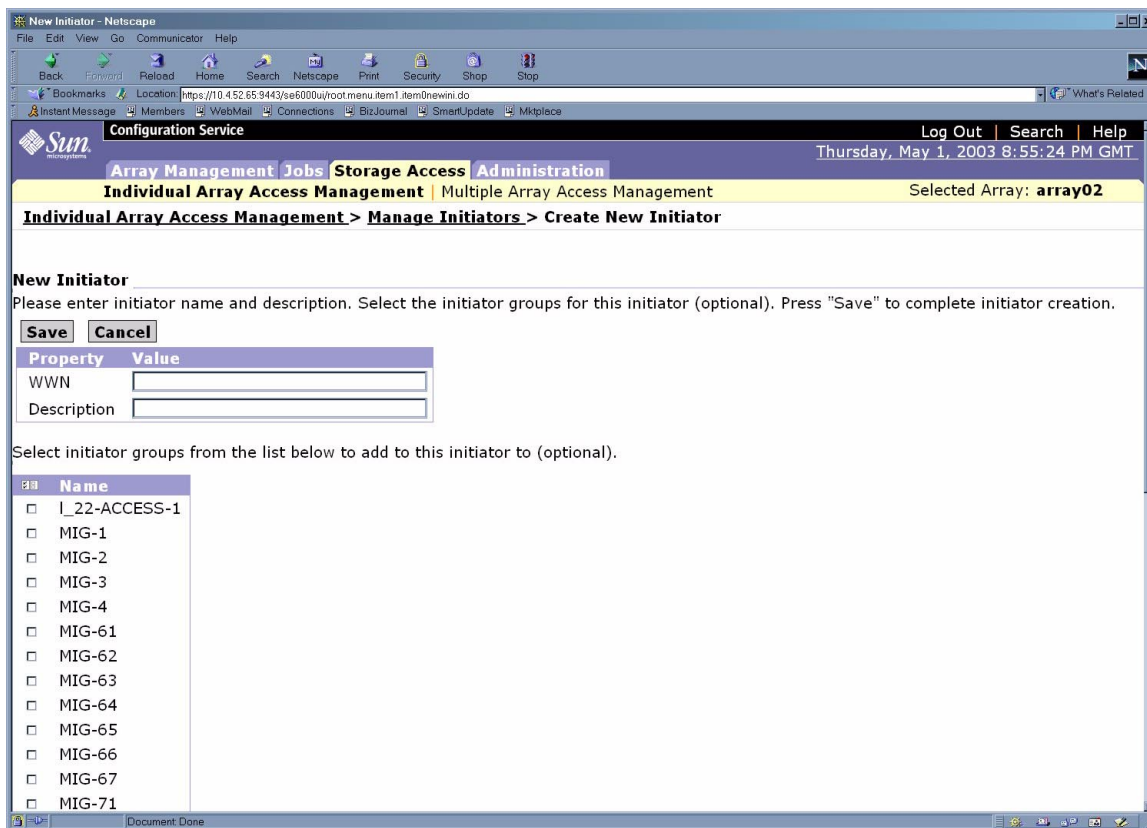

図 6-33 イニシエータの管理 - イニシエータの新規作成
8. 「作成」をクリックします。図 6-33 に示すような「イニシエータの新規作成」ページが表示されます。